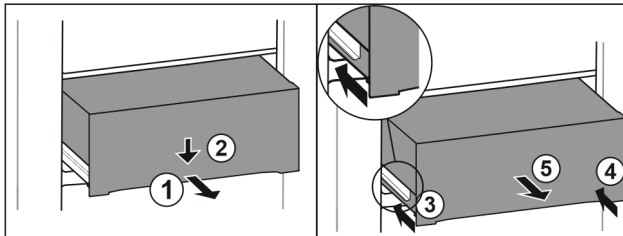

Fig. 86
- ▶ Wyciągnąć szufladę do połowy. Fig. 86 (1)
- ▶ Popchnąć szufladę z przodu w dół. Fig. 86 (2)
- ▶ Wsunąć lewą szynę o ok. 2 cm. Fig. 86 (3)
- ▶ Wsunąć prawą szynę o ok. 2 cm. Fig. 86 (4)
- ▶ Wyjąć szufladę do przodu. Fig. 86 (5)